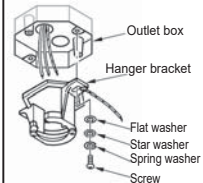

Fig.11
Paso 7. Fije el Soporte de Suspensión a la caja de distribución del techo utilizando conjuntamente los tornillos proporcionados con su caja de distribución. (Fig. 11)